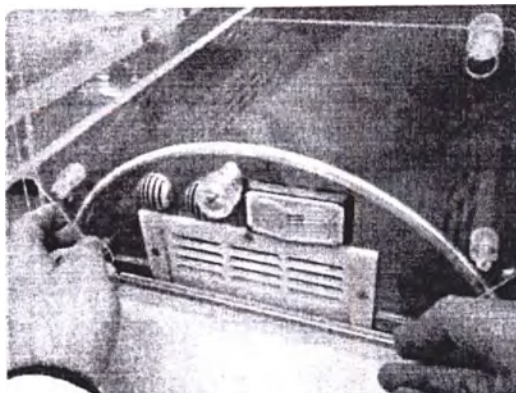

Рисунок 60
3.6.9 Аккуратно извлечь правую внутреннюю стенку капсулы, при этом не касаться извлекаемой стенкой блока датчиков (рисунок 60).